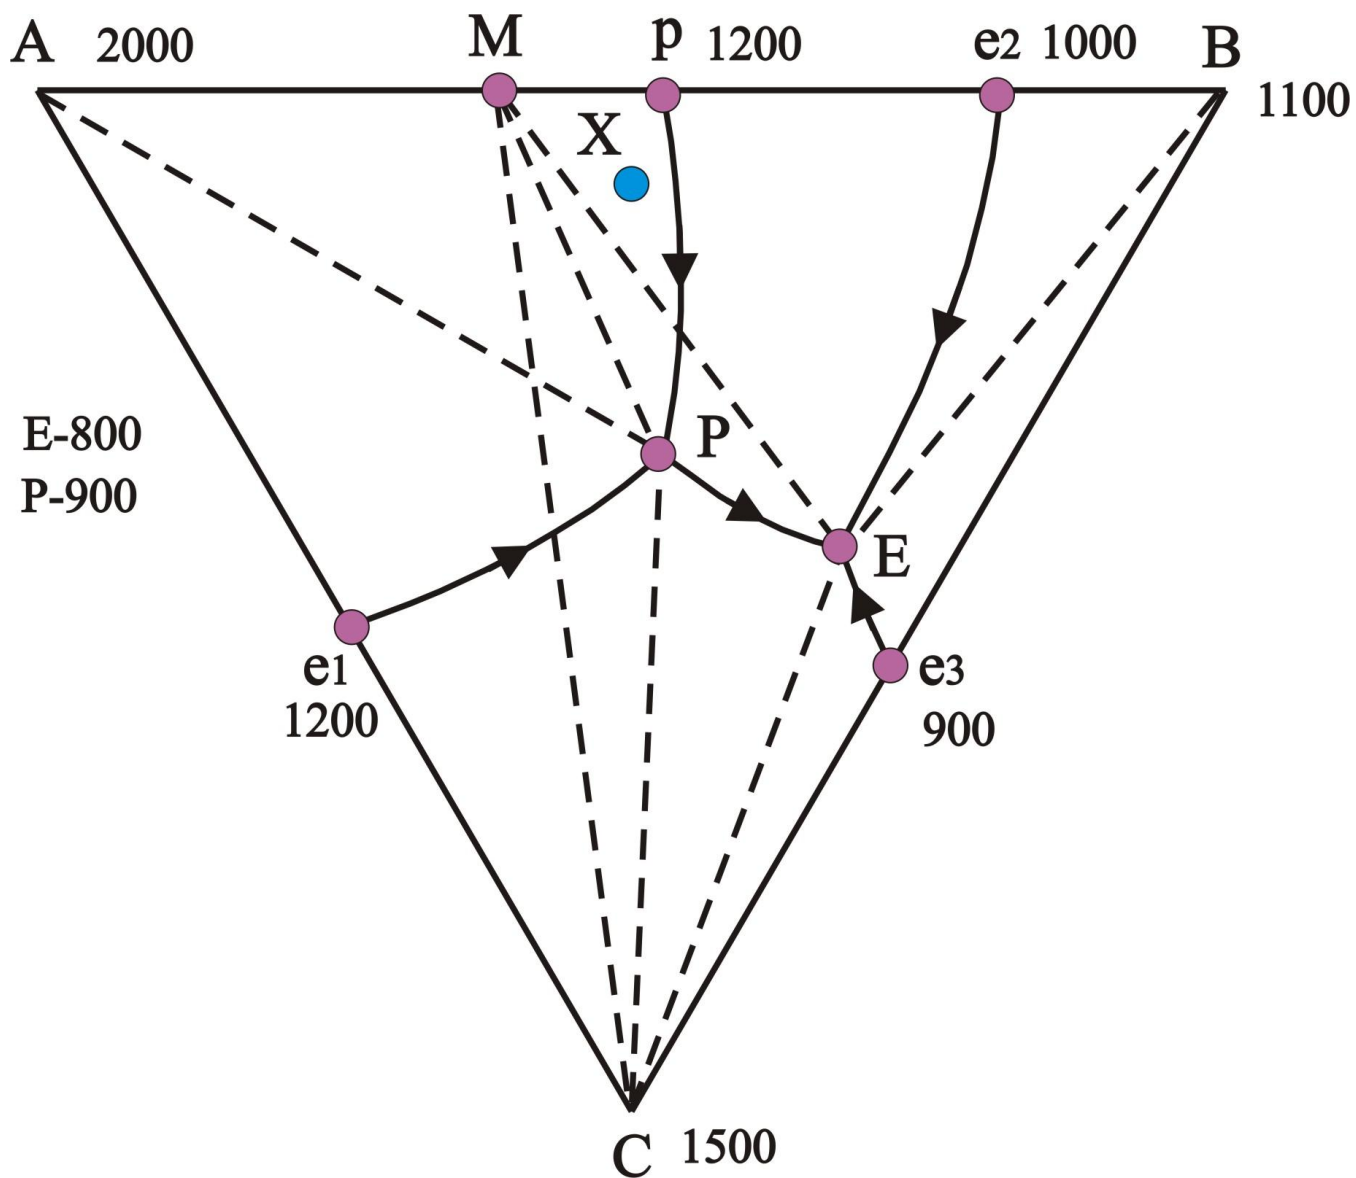

Рис.3. Диаграмма состояния тройной системы А–В–С с невариантным перитектическим превращением (1-3)
1. Построить кривую охлаждения сплава В–10%C–40%A (указать реакции) – см. рис.3
1. Оценить фазовый состав сплава $A-4\%B-16\%C$ при $940\text{ }^{\circ}\text{C}$ (см. рис.3).
1. Оценить фазовый состав сплава $A-40\%B-10\%C$ при $840\text{ }^{\circ}\text{C}$ (см. рис.3). Ответ обосновать.
1. Оценить фазовый состав сплава $A-20\%B-20\%C$ при $860\text{ }^{\circ}\text{C}$ (см. рис.3).
1. Оценить фазовый состав сплава A-6%B-44%C при 920 °C (см. рис.3).
1. Оценить фазовый состав сплава A-48%B-2%C при 760 °C (см. рис.3).